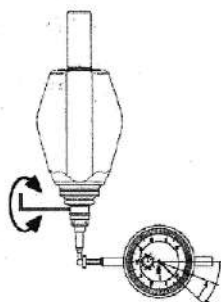

Рис. 3
- Поверните шпиндель на  $180^\circ$ , и стрелка индикатора покажет отклонение оси X (рис. 3, как показано на рисунке, показания индикатора составляют 0,12 мм).